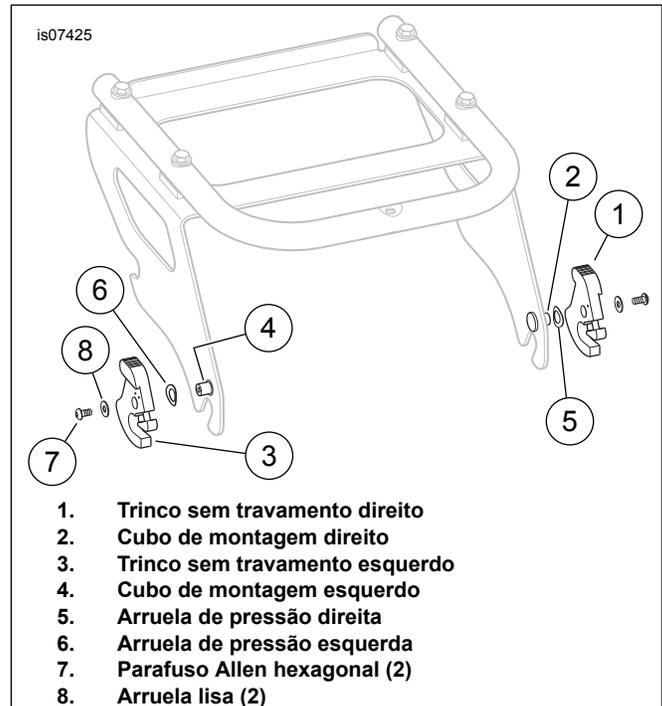
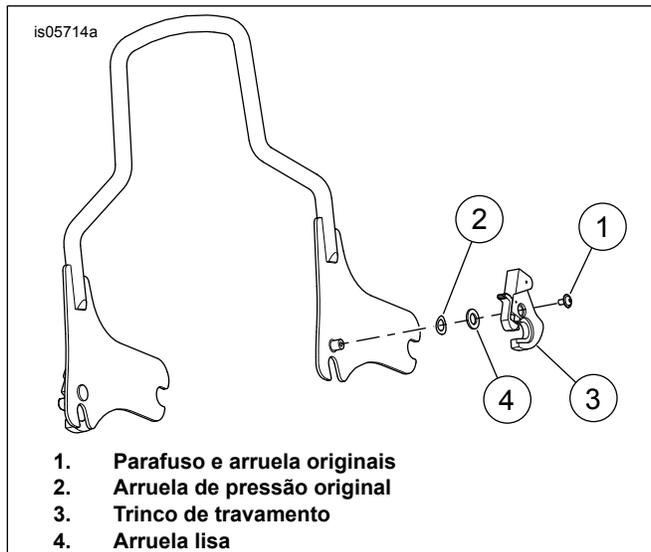
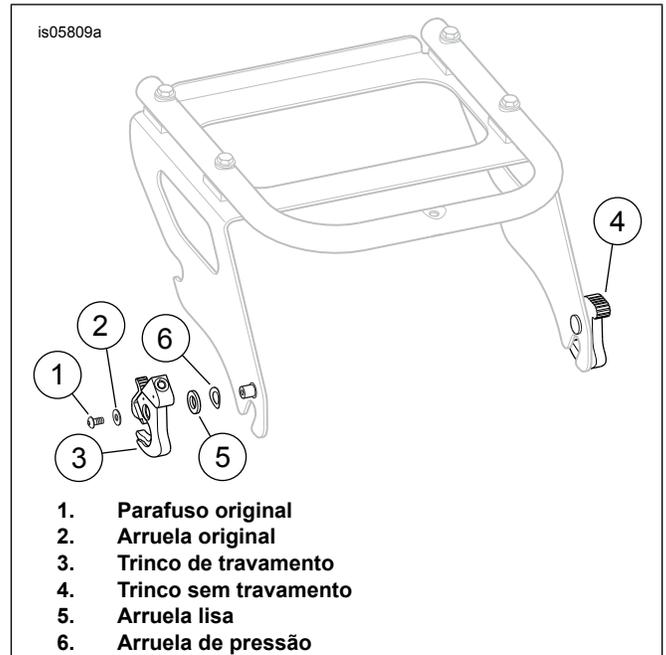
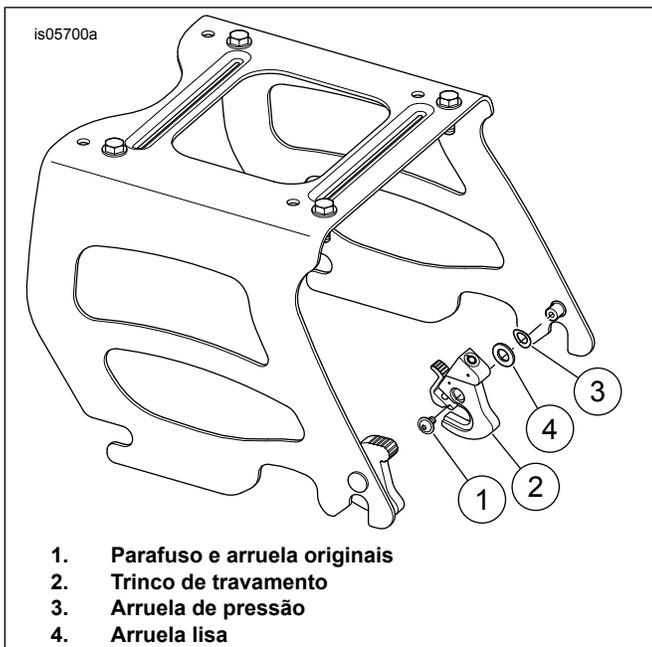

Figura 1. Troca do trinco (a configuração mostrada é antes da troca)
Figura 3. Instalação externa direita
Figura 4. Instalação externa esquerda
Figura 5. Instalação interna direita
1. Veja Figura 1 . Remova o trinco sem travamento direito (1). Deixe a arruela de pressão direita (5) no cubo de montagem direito (2).
2. Remova o trinco sem travamento esquerdo (3). Deixe a arruela de pressão esquerda (6) no cubo de montagem esquerdo (4). Instale o trinco sem travamento esquerdo (3) no cubo de montagem direito (2).
3. Instale o trinco sem travamento direito (1) no cubo de montagem esquerdo (4).
|                                    |   | Kit de suporte de bagageiro com passageiro                                       | Ver Figura 4, Instalação interna esquerda, OUFigura 3, Instalação externa direita                                      |
|                                    |   | Suporte do Tour-Pak com passageiro   | Ver Figura 3, Instalação externa direita   |
|                                    | 1994 a 2008   | Kit de sissy bar vertical  | Ver Figura 3, Instalação externa direita   |
|                                    | 1997 a 2008   | Kit de suporte de bagageiro com passageiro                                       | Ver Figura 1, Troca de trinco EFigura 5, Instalação interna direita  |
|                                    |   | Kit de suporte de bagageiro sem passageiro                                       | Ver Figura 3, Instalação externa direita   |
|                                    |   | Suporte do Tour-Pak com passageiro   | Ver Figura 1, Troca de trinco EFigura 5, Instalação interna direita  |
| Suporte do Tour-Pak sem passageiro |   | Ver Figura 1, Troca de trinco EVer Figura 4, Instalação externa esquerda, OU |  |
2. Veja Figura 3. Instale a arruela de pressão original (2) no cubo de montagem.
1. Veja Figura 4. Remova o trinco sem travamento esquerdo e descarte-o.
2. Instale a arruela lisa (5) do kit sobre a arruela de pressão no cubo de montagem esquerdo.
3. Instale o trinco de travamento (3) no cubo de montagem esquerdo com o relevo **de costas** para a placa lateral.
4. Instale o parafuso (1) e a arruela (2) originais.
1. Veja Figura 5. Remova o trinco sem travamento direito e descarte-o.
2. Instale a arruela lisa (4) do kit sobre a arruela de pressão no cubo de montagem direito.
4. Instale o parafuso e a arruela originais (1).